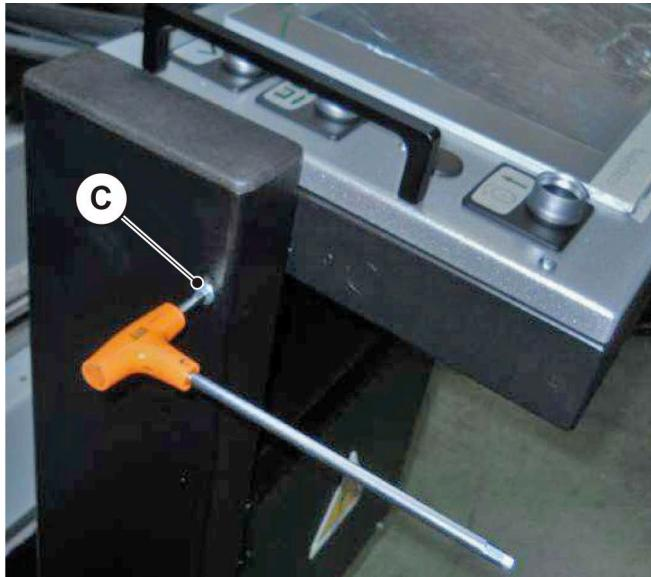
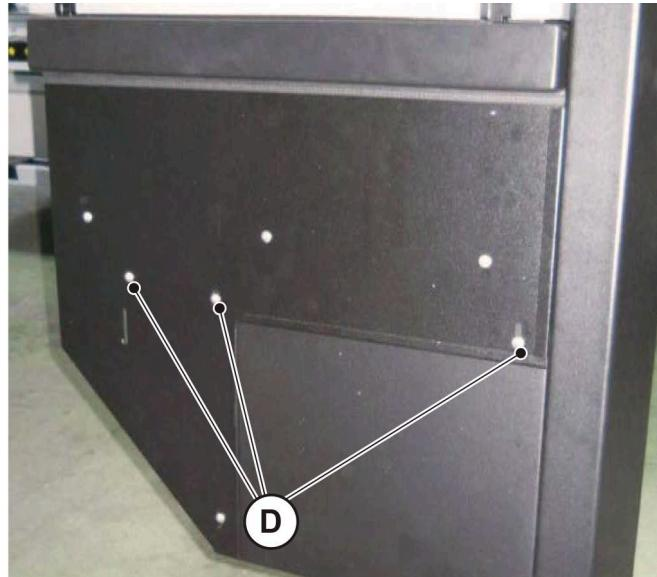

Fig. 05-08
Fig. 05-09
- Atue no parafuso lateral “C” (Fig. 05-08) para ajustar a inclinação do monitor do púlpito. Quando o ajuste estiver concluído, atue nos 3 parafusos traseiros “D” (Fig. 05-09) de forma a reposicionar a superfície plana do monitor para apoiar na junta abaixo.